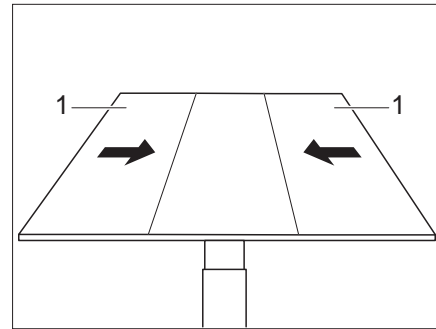

Bild 82 Seitenteile auf Mittelteil schieben
- Die Außenteile (Bild 82,1) des Tisches auf das Mittelteil schieben.